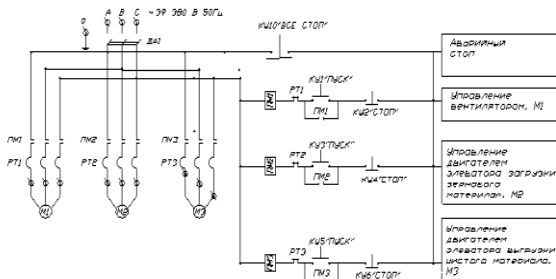

Рис. 3 Электрическая схема ПСМ-0,5 с элеваторами и передвижной тележкой
5.2 Пневмосортировальная машина ПСМ-0,5 с элеваторами и передвижной тележкой рис. 3.